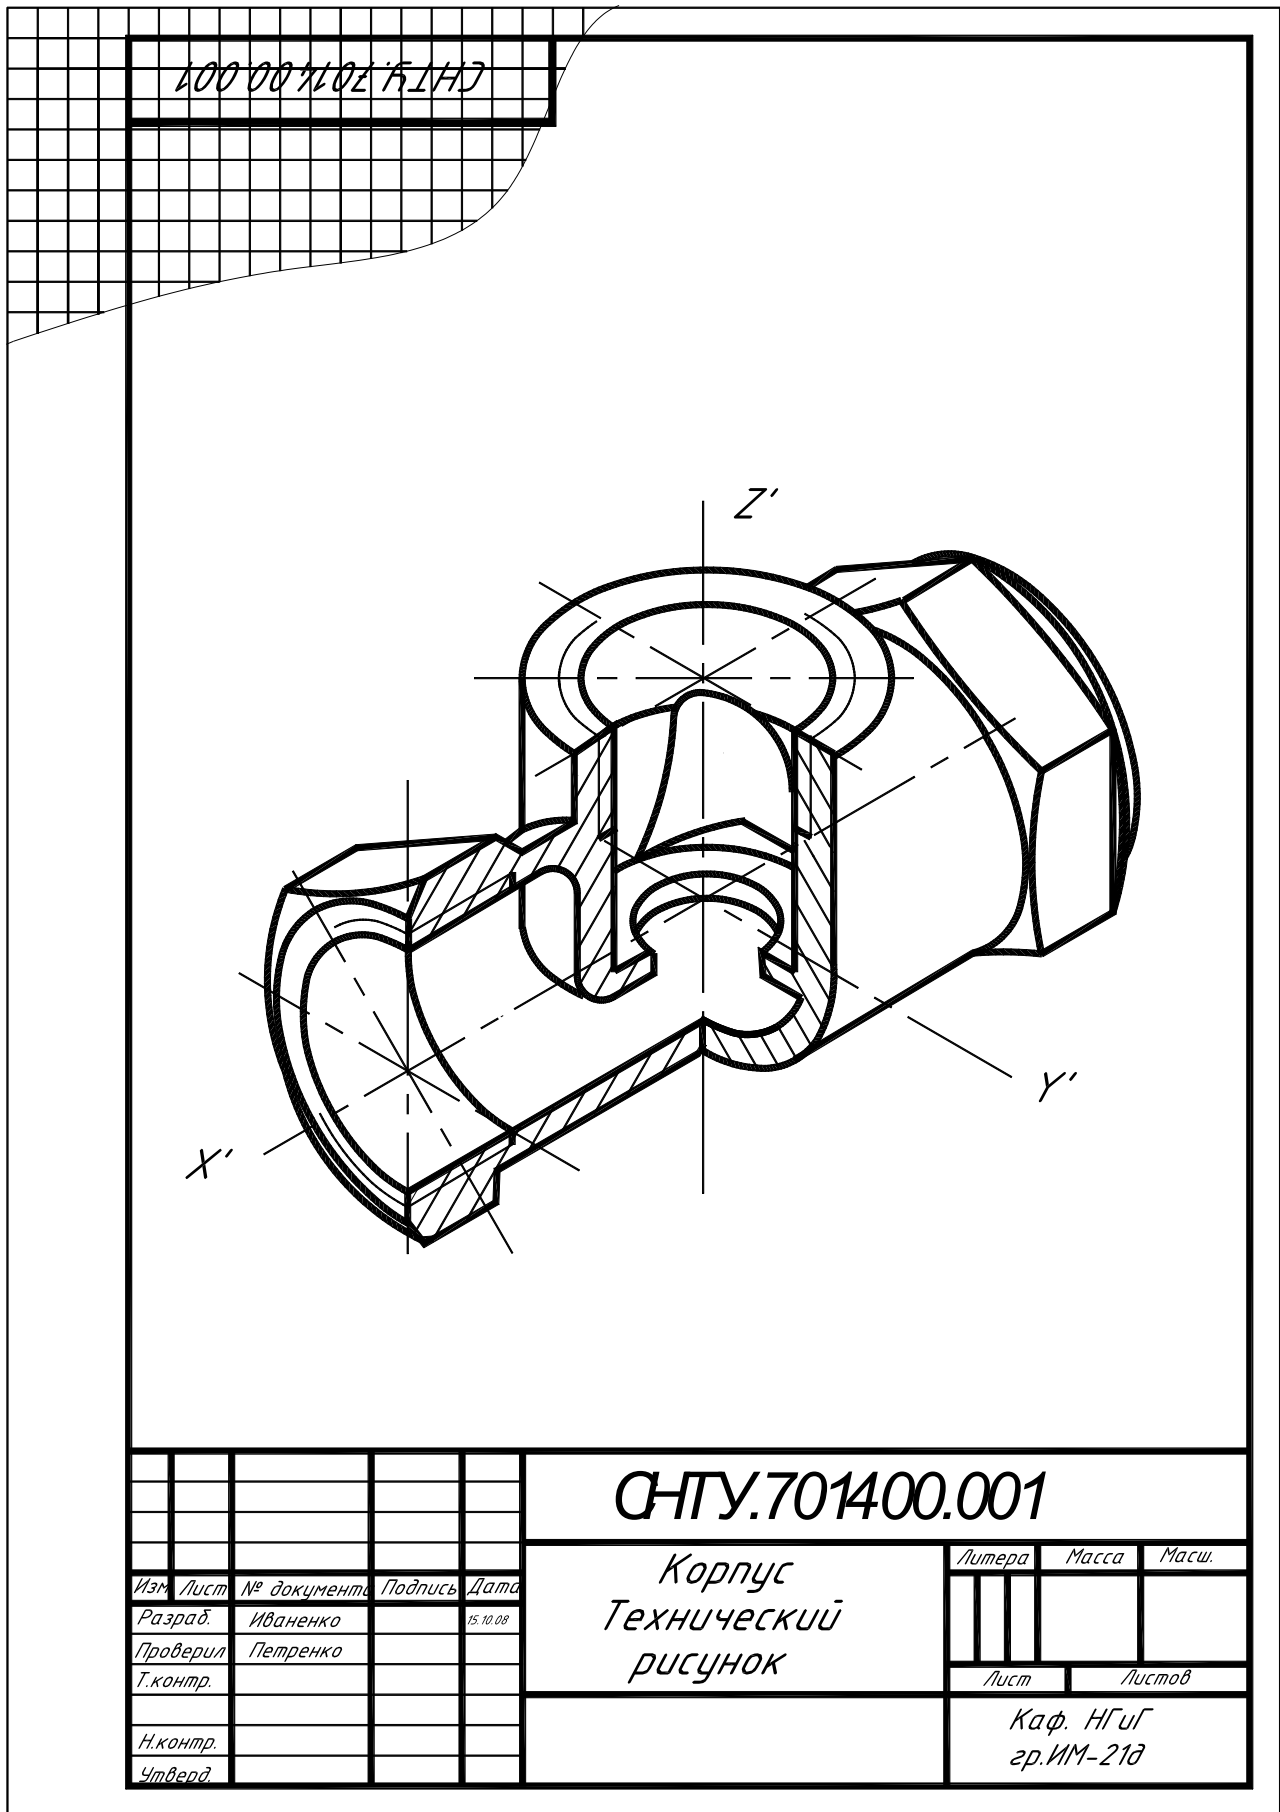

Рисунок 20
Технический рисунок можно выполнять совместно с эскизом детали на одном листе или на отдельном формате. В первом случае расположение осей технического рисунка должно соответствовать расположению осей детали (рисунок 17). Если технический рисунок выполняется на отдельном листе, то расположение осей на техническом рисунке не зависит от расположения осей на эскизе (рисунок 20).
- удалить невидимые линии, и линии вырезанной части детали и выполнить штриховку сечения (рисунок 20).